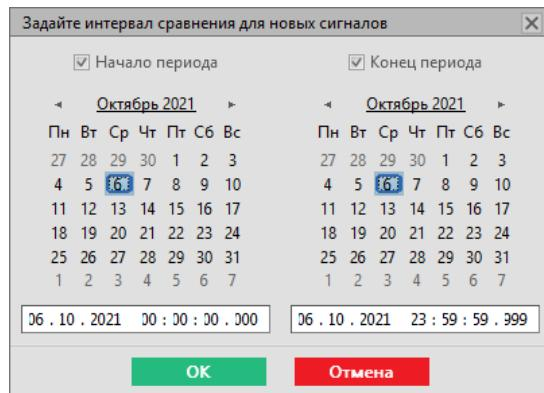

Рисунок 107 - Выбор интервала
4. Задайте интервал сравнения и нажмите **OK** (Рисунок 107).